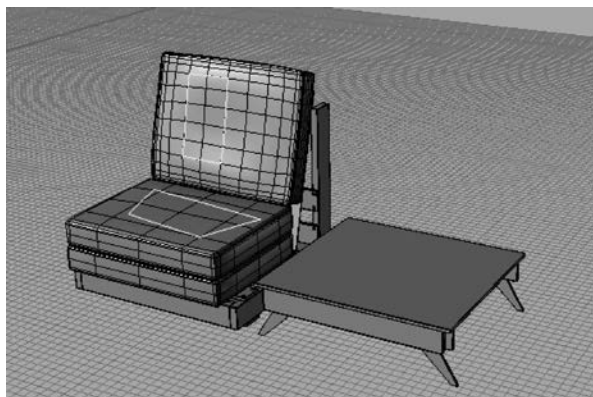

图 8-11 在网格上直接绘制多义线
(3) 在网格上绘制多义线  (或输入 PolylineOnMesh)。这对加工导入的 polygon 模型很方便, 如图 8-11 所示。